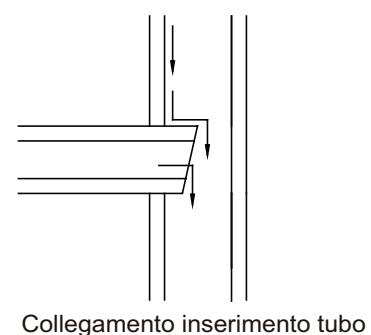

Fig. 4.14
- ③ Inserimento connessione tubo orizzontale (Fig. 4.14)